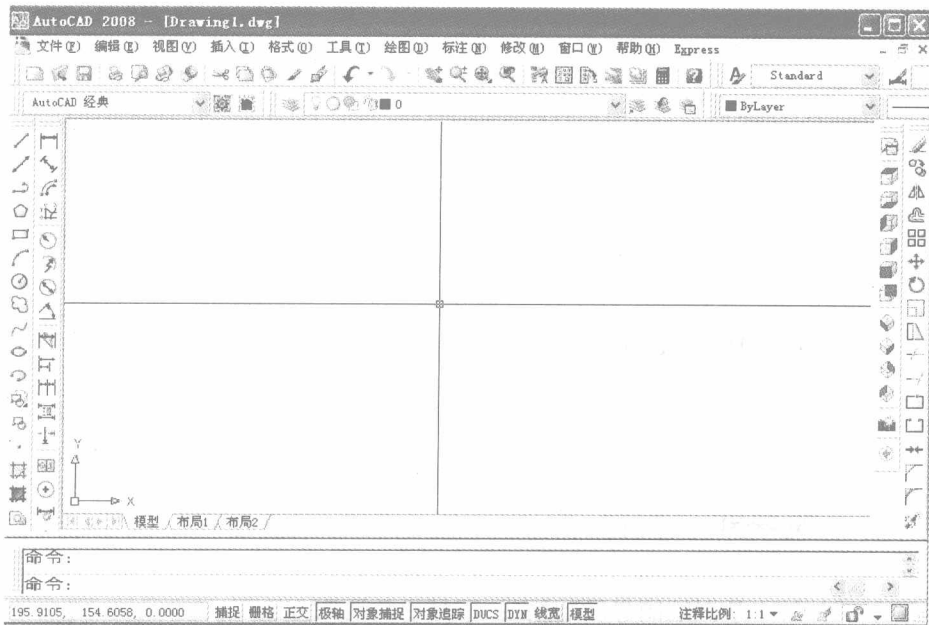
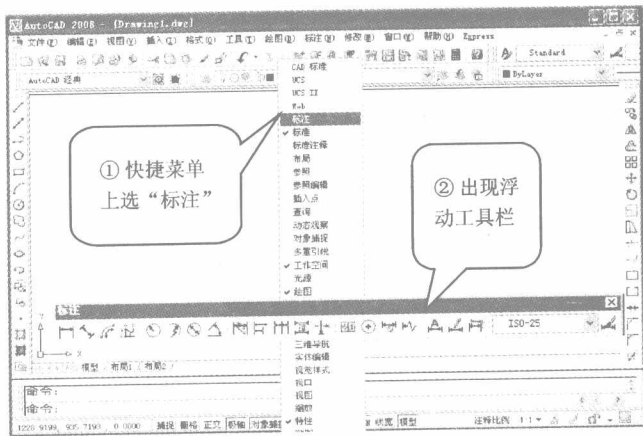

图 1.1 AutoCAD 界面设置
图 1.4 调用工具栏
【训练素材】在电脑上启动 AutoCAD 2008 软件,将 AutoCAD 的界面设置成如图 1.1 所示。
(4)调用工具栏(具体方法见 1.1.4 节),如图 1.4 所示,在工具栏上任一位置右击,出现快捷菜单,选取所需的工具栏如“标注”工具栏,则出现一浮动工具栏,将光标移到其蓝色位置,按住鼠标左键并拖动到所要摆放的位置,如左边竖直位置,释放鼠标则该工具栏变为固定工具栏;重复上述操作,可将“视图”工具栏置于右边竖直位置。经上述操作后便得到如图 1.1 所示的界面设置。